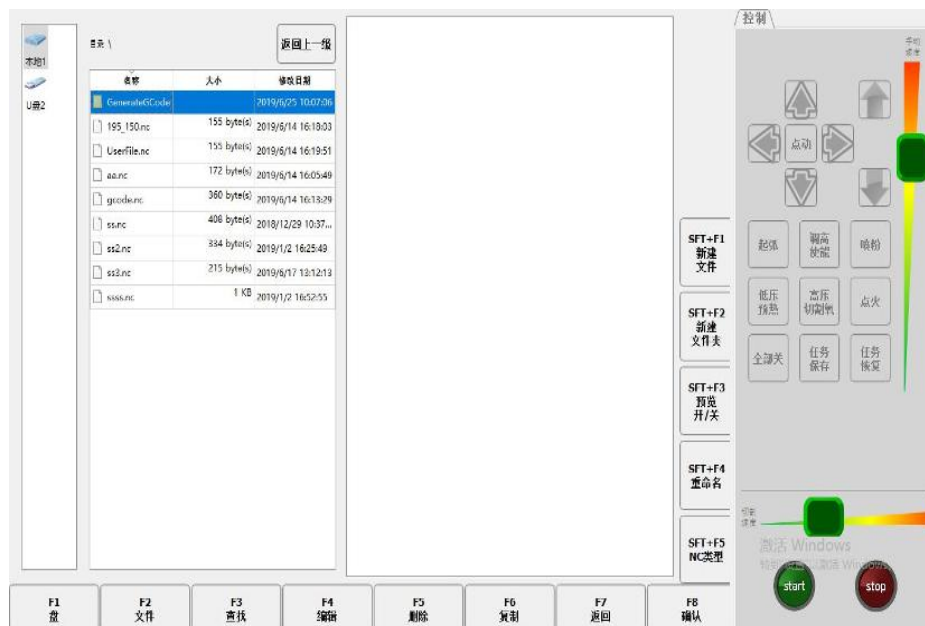

图 13.11 加载返回界面
- 加载返回后，生成的图形代码保存在 GenerateGCode 文件夹，如图 13.11 所示